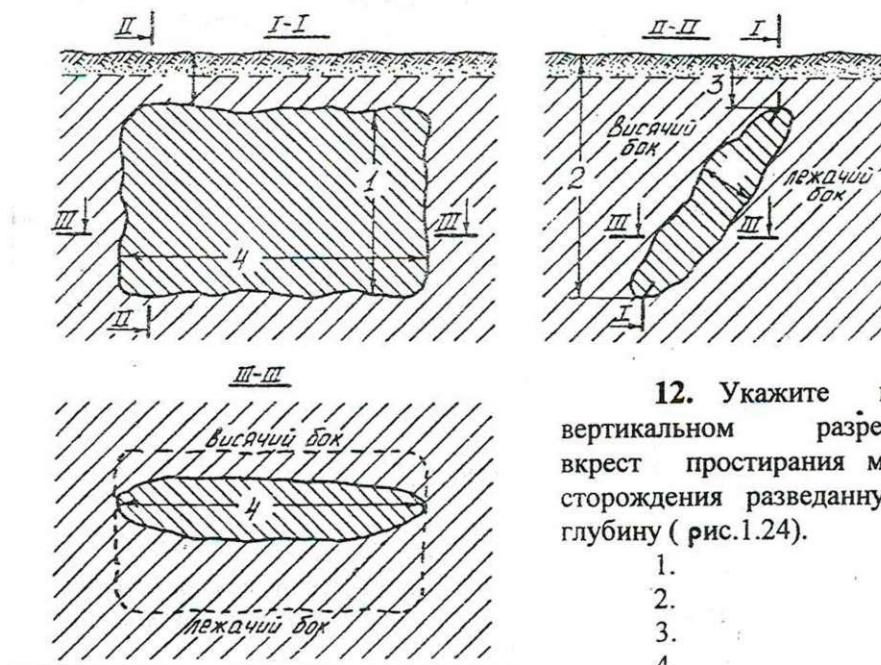

Рис. 1.24
12. Укажите на вертикальном разрезе вкрест простириания месторождения разведанную глубину (рис.1.24).